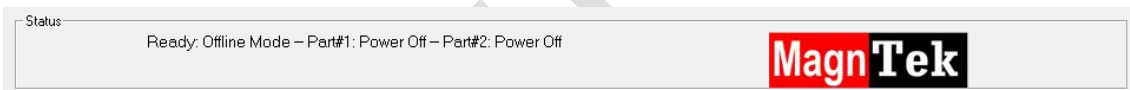

图 4.1.8 Status 界面
5、Status 框为信息显示栏，图 4.1.8，实时显示编程器及芯片当前所处的状态；其后的图片为本公司 logo。